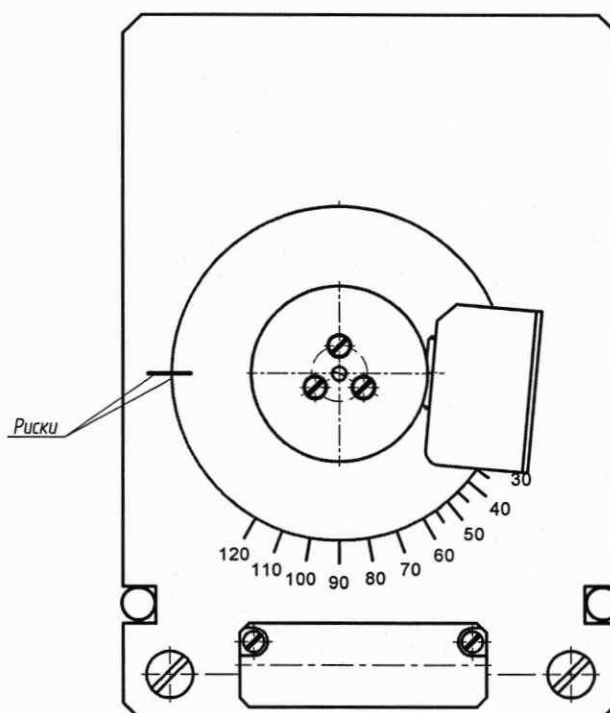

Рис. 15 Установка держателя для проведения измерения коэффициентов отражения (2)
9.7.5 Снять держатель образца 3 и, путем разворота корпуса фотоприемника 2, совместить риски основания 1 и вращающейся планшайбы 7 (см. Рис.15).